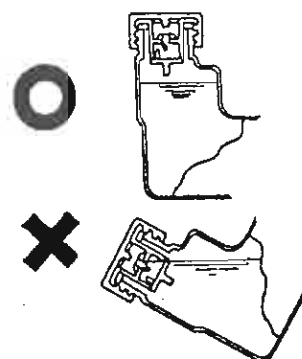

Fig. 8
- 1) During summer when the engine is stopped for rest, be careful that the inner packing of tank cap is not submerged in the fuel as shown on the illustration. If the air hole is submerged in the fuel, the fuel may leak due to the increased inner pressure in the fuel tank. (Fig. 8)
- 1) En été, lorsque le moteur est à l'arrêt pendant une pause, veiller à ce que la garniture intérieure du bouchon de réservoir ne soit pas trempée dans le carburant comme montré sur la figure l'orifice de ventilation est obturé par l'essence, le carburant risque de couler en raison d'une croissance de la pression dans le réservoir. (Fig. 8)